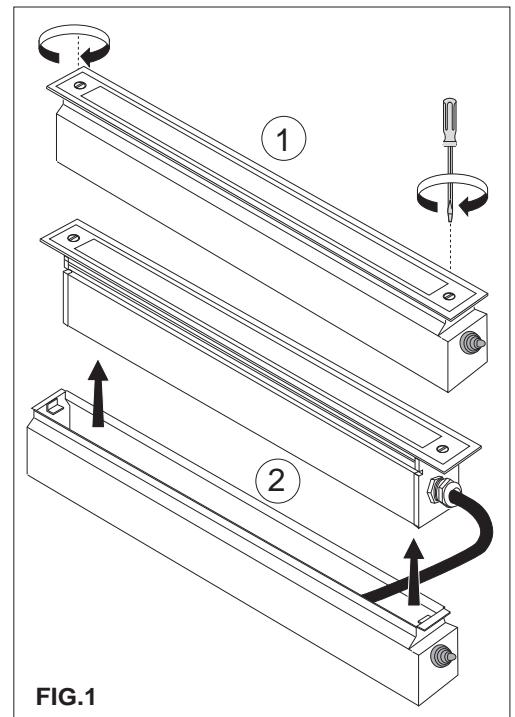

FIG.1
- Separare l'apparecchio dalla cassaforma allentando le viti di fissaggio della cornice in acciaio inox (**attenzione**: piastra e corpo sono inseparabili). **FIG.1**
- Separate the fixture from the housing loosening the screws on the steel frame (**attention**: plate and body can't be separated). **FIG 1**